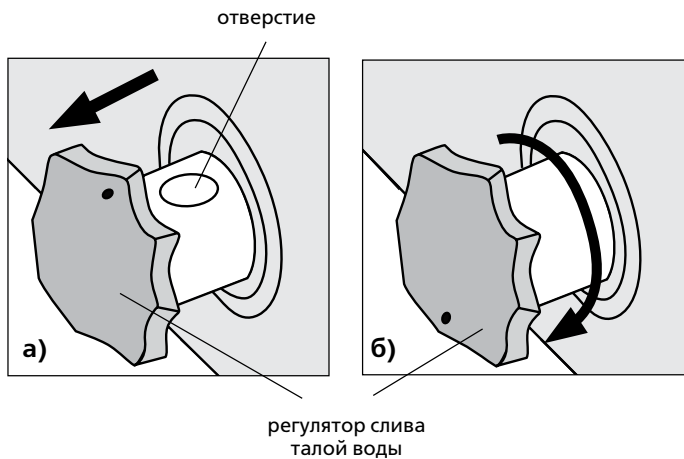

Рисунок 6
– потянуть регулятор слива талой воды на себя и повернуть на 180°, отверстием вниз (рисунок 6);